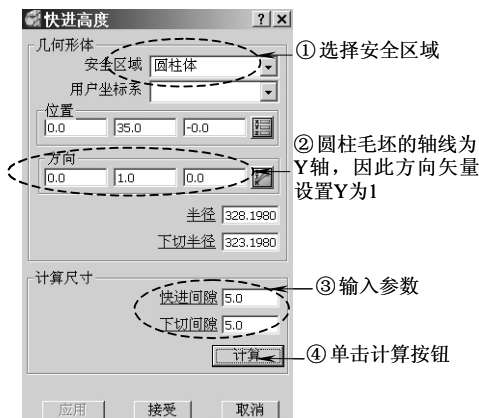

图 9-41 设置快进高度参数
4) 设置快进高度：在 PowerMILL 综合工具栏中单击快进高度按钮，打开“快进高度”表格，按图 9-41 所示设置快进高度参数，完成后单击“接受”按钮退出。